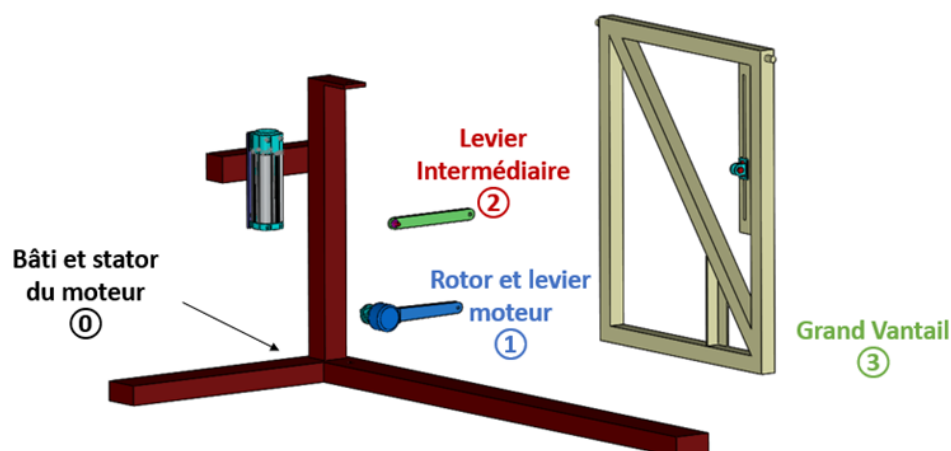

FIGURE 6 – Présentation des pièces de l'assemblage Solidworks
-  Ouvrir le fichier **Portail Etudiant.sldasm**. La présentation des pièces est montrée en Figure 6.